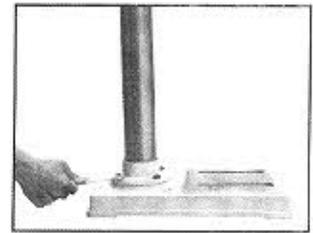

Ilustración 1
- Asegure la columna con los cuatro pernos que se han incluido para ese propósito (ilustración 1).